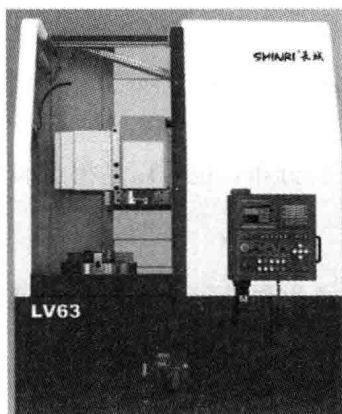

图 1.2 LV63 立式数控车床
(1) 立式数控车床。立式数控车床简称为数控立车，其车床主轴垂直于水平面，一个直径很大的圆形工作台用来装夹工件。这类机床主要用于加工径向尺寸大、轴向尺寸相对较小的大型复杂零件，如图1.2所示。